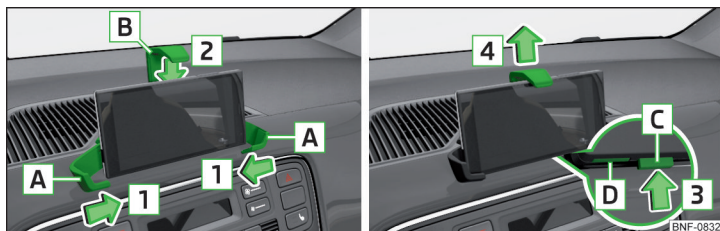

Fig. 77 Isætning af telefon / Aftagning af telefon
- Sæt telefonen ind mellem armene **A**, skub den i pilens retning **1**, og fastgør på den måde telefonen » Fig. 77.
- Tryk på knappen **C** i pilens retning **3**. Armen **B** bevæger sig til udgangspositionen i pilens retning **4** » Fig. 77.